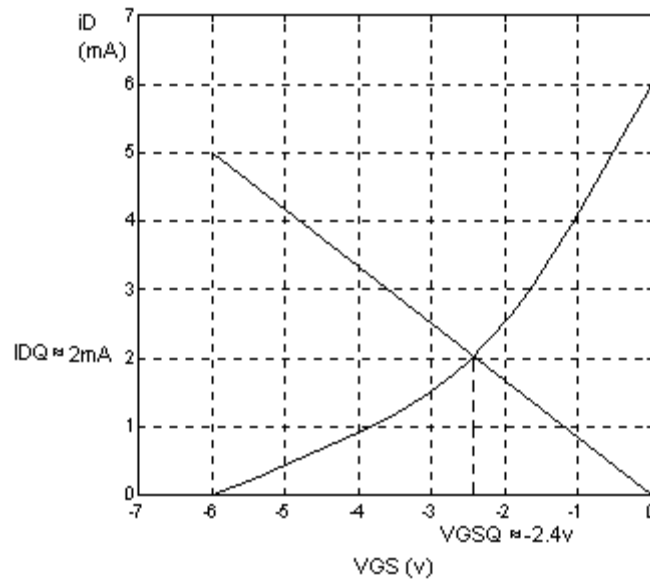

Figura 10. Método gráfico para hallar punto Q.
Partiendo de la ecuación (10), si $V_{GS}=0 \Rightarrow I_D=0$ y si $V_{GS}= -6\text{V} \Rightarrow I_D=(6\text{v}/1.2\text{K}\Omega)=5\text{mA}$, lo cual genera una recta que comienza en el origen y termina en el punto donde intercepta $V_{GS}=-6\text{v}$ e $I_D=5\text{mA}$. Después se traza una curva que va desde el voltaje de pellizco ($V_p=-6\text{v}$), hasta la corriente Drain-Source de saturación ($I_{DSS}=6\text{mA}$), y las coordenadas del punto donde corte la recta y la curva, generan a I_{DQ} y V_{GSQ} (figura 10):
La figura 10 da como resultado aproximado a $I_{DQ} \approx 2\text{mA}$ y $V_{GSQ} \approx -2.4\text{ V}$, ahora se compararan estos resultados con los que se van ha obtener matemáticamente: